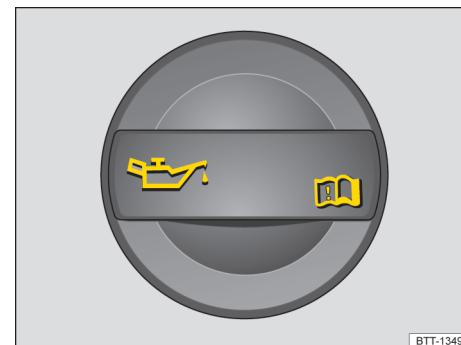
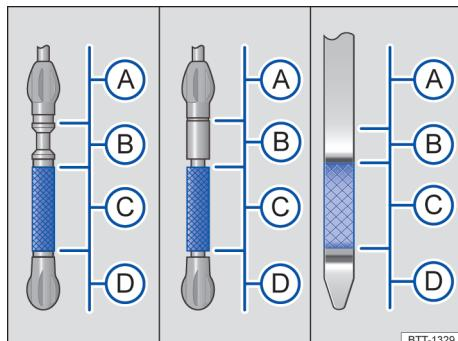

图 130 发动机舱内：发动机机油加注口的盖子（示意图）
图 129 机油尺上的发动机机油油位标记。
夏季在高速公路上长距离行驶，或牵引挂车行驶，或在山区行驶，发动机在苛刻条件下运转期间，机油油位须位于 → 图 129 C 区的上限。
→ 图 129 说明：
4. 识别发动机加注口和机油标尺。发动机机油加注口可通过盖子上的符号  识别 → 图 130，而机油标尺可通过彩色手柄识别。如果不清楚盖子和机油标尺的位置，请咨询本公司特许经销商。
7. 再次拔出机油标尺，读取标尺上的机油油位，油位信息标注如下 → 图 129：
- Ⓐ 不得起动发动机 → ①。请联系本公司特许经销商进行处理。
- Ⓑ 不得添加机油 → ①。转至步骤 16。
9. 拧下发动机机油加注口盖 → 图 130。
12. 继续加注机油前用机油标尺检查一下机油油位，避免机油超量 → ①。
13. 加注机油后发动机机油油位至少位于 → 图 129 C 区中间位置。油位可不必超过 → 图 129 C 区进入 → 图 129 B 内，但油位绝不允许位于 → 图 129 A 区 → ①。
14. 如误加了过多发动机机油，使机油油位位于 → 图 129 A 区内，则切勿启动发动机。联系本公司特许经销商进行处理。
❶ 提示
- 如果发动机机油油位处于 → 图 129 A，不要启动发动机。通知本公司特许经销商，必要时请让专业人员处理。否则可能损坏催化转换器和发动机！
发动机机油油位不得位于 → 图 129 A 区。否则机油会进入曲轴箱通风装置，并通过排气装置进入大气。